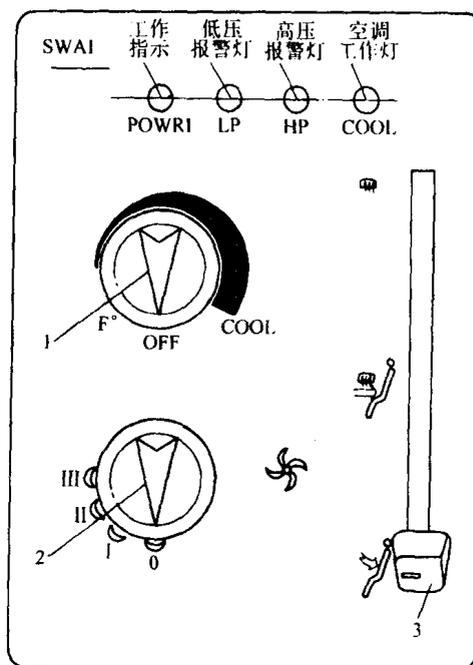

图 1-26 前空调控制开关
(12) 前空调控制开关, 如图 1-26 所示。1 为制冷量控制钮, 可根据环境温度的需要, 顺时针旋转到适合位置。2 为鼓风机风量调整钮, 顺时针旋转到所需要的档位。3 为送风方式调整钮, 按需要进行调整。